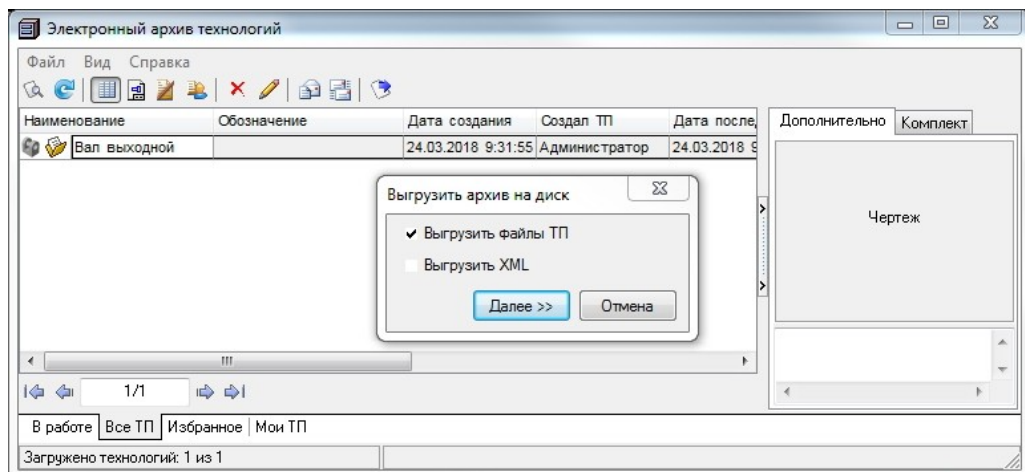

Рис. 4.10
3. С помощью приложения **Электронный архив технологий** (... Vertical\Bin\VArchive.exe) осуществите выгрузку ТП из архива на диск (рис. 4.10).